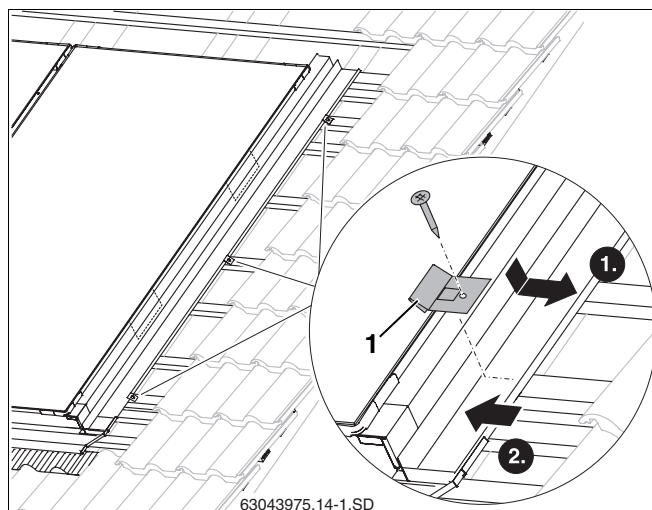

Fig. 48 Asegurar la chapa protectora lateral
- ▶ Sitúe el tope (fig. 48, **pos. 1**) en el borde de la chapa lateral.